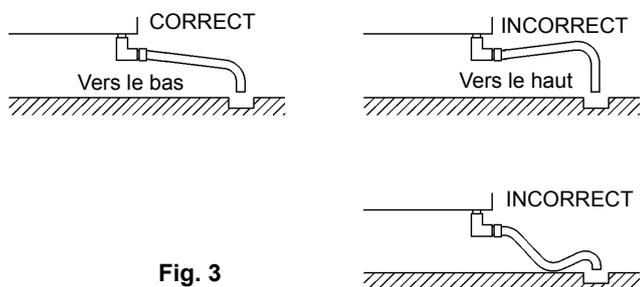

Fig. 3
- * Le tuyau de vidange d'eau doit être placé selon la Fig. 3 pour éviter tout retour d'eau dans le bac de stockage.